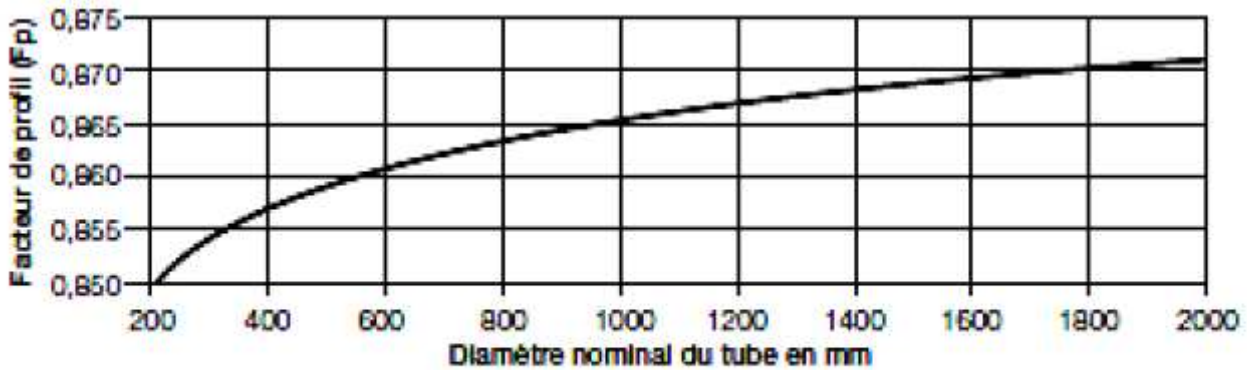

Fig. 4.1 Facteur de profil en fonction de la vitesse, pour des diamètres de tuyaux de 200 à 2000 mm
- Déterminer le facteur de profil Fp à partir de la Fig. 4.1.
Fp = 0,861 (à partir de la Fig. 4.1)